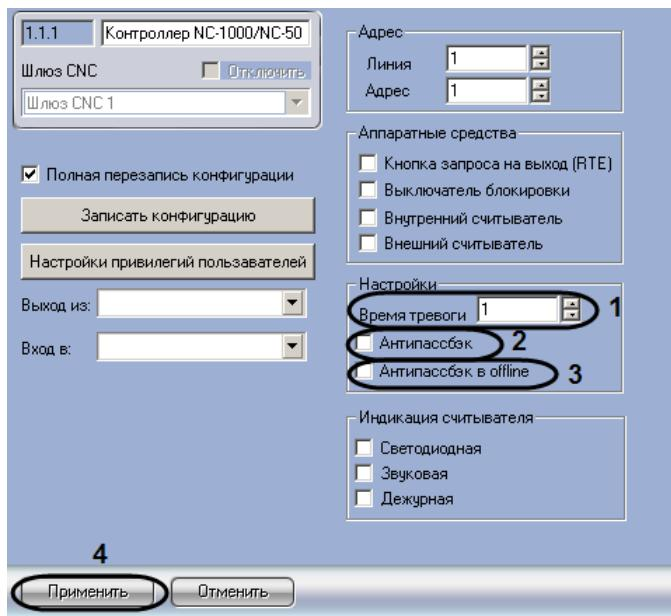

Рис. 3.4—4 Настройка режима работы контроллера
1. Перейти на панель настроек объекта **Контроллер NC-1000/NC-5000**, соответствующего требуемому контроллеру (Рис. 3.4—4).
2. В поле **Время тревоги** (см. Рис. 3.4—4, 1) ввести с помощью кнопок **вверх-вниз** время в секундах, в течение которого длится тревога.
3. Установить флагок **Антипассбэк** для включения режима контроля двойного прохода через данную точку (см. Рис. 3.4—4, 2).
4. Установить флагок **Антипассбэк в offline** для включения режима запрета двойного прохода через данную точку при отсутствии связи между контроллером и Сервером Интеллект (см. Рис. 3.4—4, 3). Флагок **Антипассбэк** (см. Рис. 3.4—4, 2) также должен быть установлен.